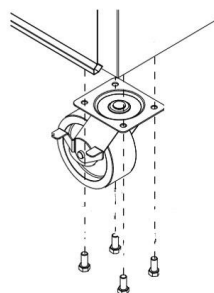

fig. 2
6. Fixez en place à l'aide des boulons (n° 11) fournis (fig. 2).
7. Placez les deux roulettes fixes (D) au-dessus des trous du côté sans poignée de l'armoire.
8. Fixez en place à l'aide des boulons (n° 11) fournis (fig. 2).